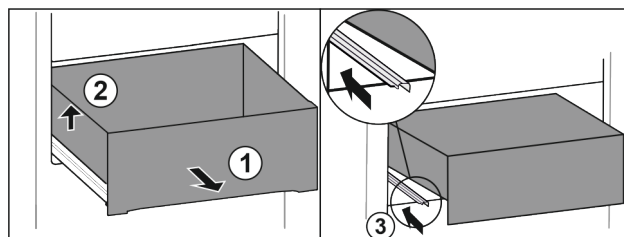

Fig. 159
- Tirer le tiroir jusqu'en butée. Fig. 159 (1)
- Soulever le tiroir sur la gauche. *Fig. 159 (2)*
- Rentrer le rail de gauche. *Fig. 159 (3)*